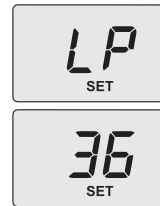

图 7.4
- 显示屏显示消息“SET”(图 7.4)。
- 值 1 设置完毕后 (在生活用水热水模式中激活烟筒清扫), 按下键 3 确认。显示屏出现 LP 并交替显示最小生活用水热水温度 (图 7.4)。